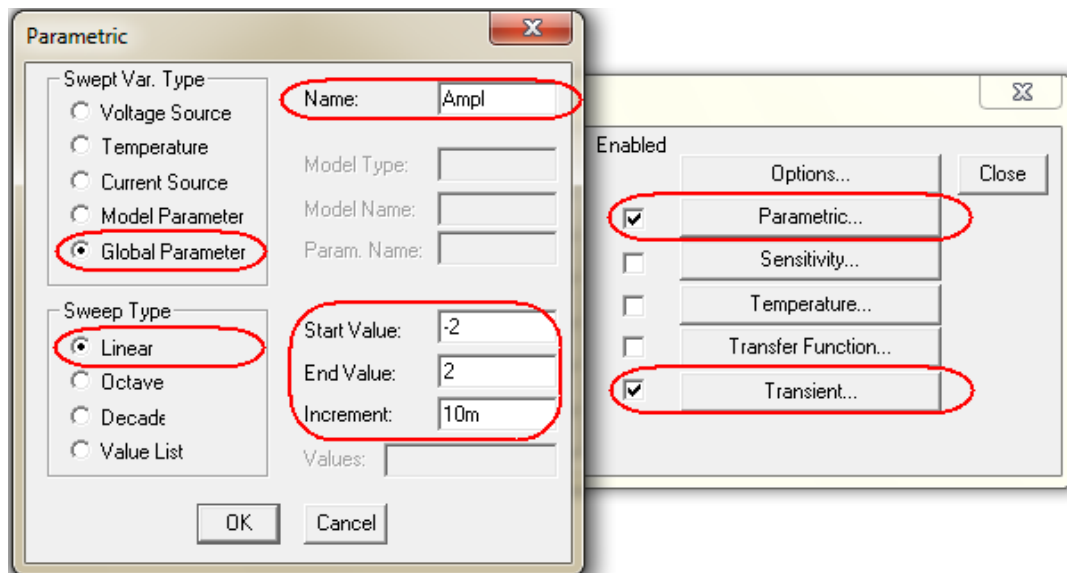
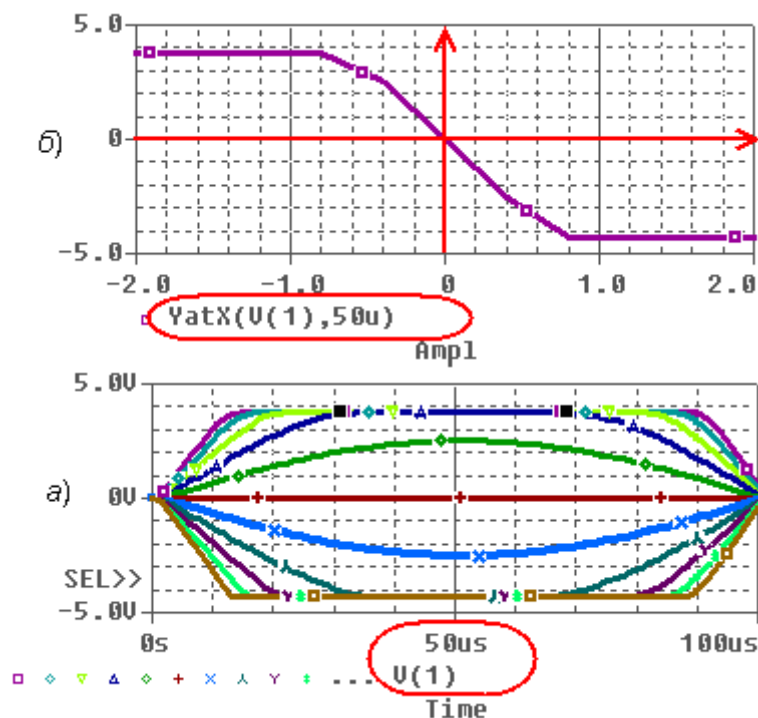

Рис. 7. Установки для параметрического анализа.
Рис. 8. Осциллограммы выходных напряжений (а) и амплитудная характеристика (б).
- установить режим расчета схемы во временной области (*Analysis – Setup* или пиктограмма ) *Transient...* с параметрами: *Print Step=1ns*; *Final Time=1ms*, *Step Ceiling=1us*. Установить также режим *PARAMETRIC* со следующими параметрами: *Global Parameter*; *Linear*; *Name = Ampl*; для каскада ОЭ – *Start Value = -2V*; *End Value = 2V*; *Increment = 10mV* (рис. 7); для каскада ОК – *Start Value = -5V*; *End Value = 5V*; *Increment = 50mV*;
Затем, находясь в интерфейсном окне программы *Probe*, по команде *Plot - X Axis Settings... - Performance Analysis* (или пиктограмма ) на экране *Probe* получаем заготовку графика, у которого по оси *X* откладывается глобальный параметр *Ampl* (см. рис. 8,б) с предельными значениями, указанными в режиме *PARAMETRIC* (рис. 7). В том же интерфейсном окне программы *Probe*, по команде *Trace - Add...* (или с помощью пиктограммы ) входим в окно целевых функций. В открывшемся окне следует убрать галочки рядом с *Current* и *Alias Names*, затем выбрать в правом столбце функцию *YatX(1,X_value)*, которая определяет значение переменной в заданной точке, а в левом – переменную *V(1)*. В момент, когда выходное напряжение достигает предельных значений (рис. 8,а), определяем заданную точку – 50 мкс (50u), вводим это значение вместо *X_value*. При этом в нижней части окна в строке *Trace Expression* появится выражение для построения графика: *YatX(V(1),50u)*.
Когда окно будет закрыто, появится график амплитудной характеристики (рис.8,б). Если график получится слишком мелким, можно изменить диапазон изменения напряжения, для чего щелкнуть дважды ЛКМ слева от оси графика и, поставив галочку в графе *User Defined*, установить нужные пределы изменения выходного напряжения. После этого рекомендуется убрать нижний (исходный) график, щелкнув на нем ЛКМ и затем выбрав в меню *Plot - Delete Plot*. Далее с